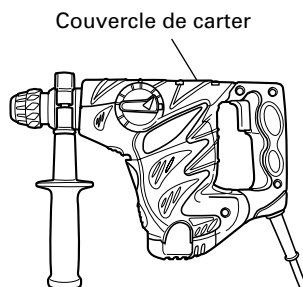

Fig. 20
- (1) Démonter le couvercle du carter et essuyer à fond la vieille graisse à l'intérieur. (Fig. 20)
- (2) Mettre 1 once (30 g) de graisse A à marteau électrique Hitachi (accessoire standard en tube) dans le carter.
- (3) Après avoir remplacé la graisse, bien réassembler le couvercle du carter. À ce moment, éviter d'endommager ou de perdre le joint étanche à l'huile.